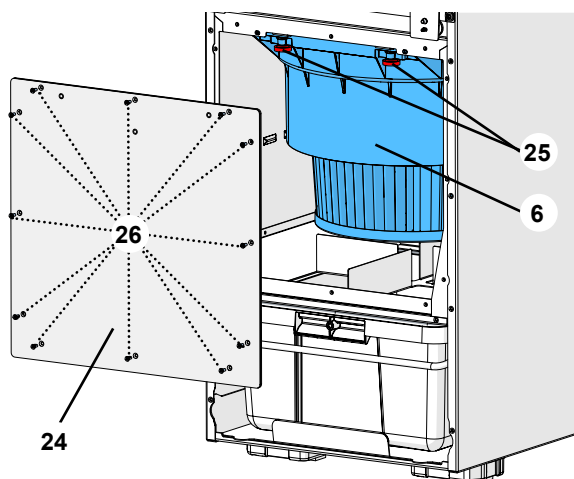

Рис. 25
- ⇒ Блок фильтра тонкой очистки нижним краем установить на направляющие шины (27), полностью вставить и поднять вверх.
- ⇒ Вставить и затянуть крепежные винты (25, рис. 25).
i Если крышка не садится, то блок фильтра тонкой очистки не был полностью установлен в корпус, или же блок фильтра слишком глубоко висит, поскольку крепежные винты (25, рис. 25) не были достаточно затянуты.